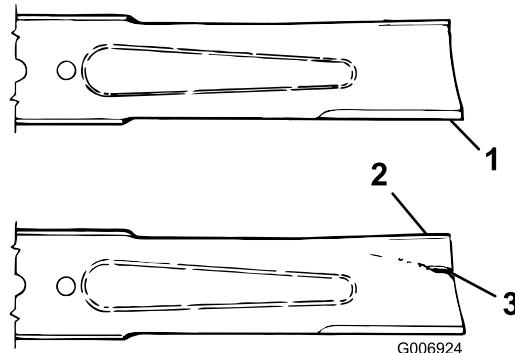

Рисунок 101
3. Осторожно проверьте режущие кромки ножей, особенно в точке соединения плоской и изогнутой частей ножа (Рисунок 101).
4. При обнаружении износа (Рисунок 101) замените нож; см. Проверка и регулировка плоскости вращения ножей (страница 79)
При износе ножа между крылом и плоской частью ножа образуется бороздка (Рисунок 101). Часть ножа может случайно отломиться и вылететь из-под корпуса, возможно, нанеся тяжелую травму оператору или находящимся рядом людям.